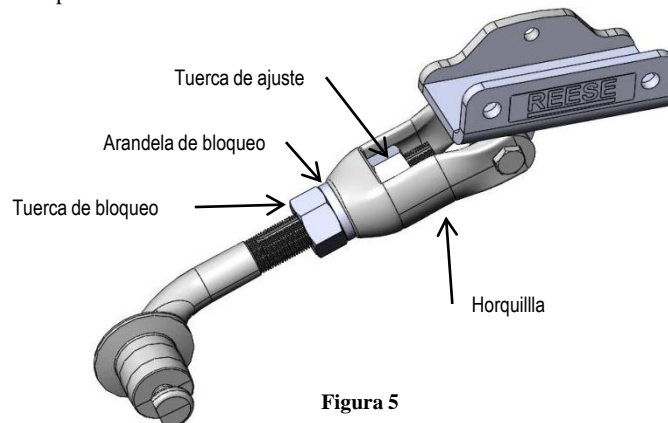

Figura 5
4. Coloque la tuerca de ajuste y tuerca de bloqueo en la posición más externa como se muestra en la figura 5. Si el ajuste es difícil, ya que la tuerca de ajuste se debe girar a mano, aplique una pequeña cantidad de aceite liviano penetrante como el WD40 o PB Blast a las roscas del brazo de leva. Manipule la tuerca de ajuste hacia atrás o hacia adelante para que el aceite penetrante entre en las roscas hasta que la tuerca de ajuste se mueva libremente a la posición deseada.
Las mediciones en las figuras 6A y 7A son pautas, el ajuste de la longitud del brazo de leva mediante la tuerca de ajuste (Figura 5) podría ser necesario después de la instalación en instrucciones posteriores de este manual. Cequent Performance Products, Inc. no es responsable por daños incurridos por ignorar alguna parte de este manual.
Las mediciones en las figuras 6A y 7A utas, el ajuste de la longitud del brazo de leva mediante la tuerca de ajuste (Figura 5) podría ser necesario después de la instalación en instrucciones posteriores de este manual. Cequent Performance Products, Inc. no es responsable por daños incurridos por ignorar alguna parte de este manual.
Corra la tuerca de ajuste que se muestra en la figura 5 para encontrarse con la horquilla. Apriete la tuerca de bloqueo que se muestra en la figura 5 hasta que la arandela de bloqueo esté completamente apretada. Este proceso debe hacer para ambos ensamblajes de la leva, es decir, ambos lados del bastidor del remolque.